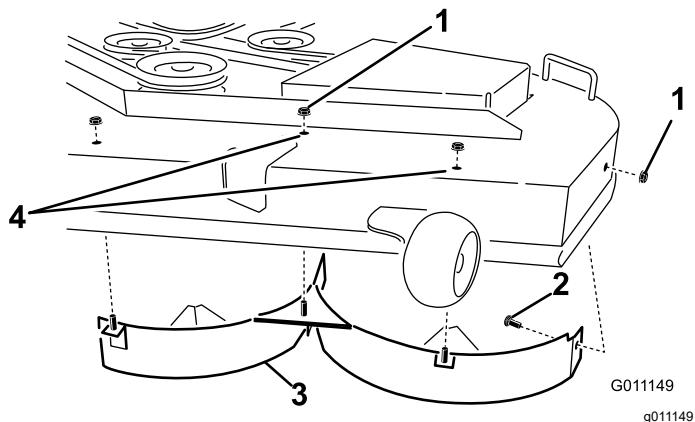

Bild 13
4. Entfernen Sie die zwei Sicherungsmuttern (5/16"), mit denen die geschweißten Streben des linken Ablenkblechs oben am Mähwerk in der Mitte und links von der Mittelstellung befestigt sind (Bild 13).
6. Entfernen Sie das linke Ablenkblech vom Mähwerk, wie in Bild 13 abgebildet.